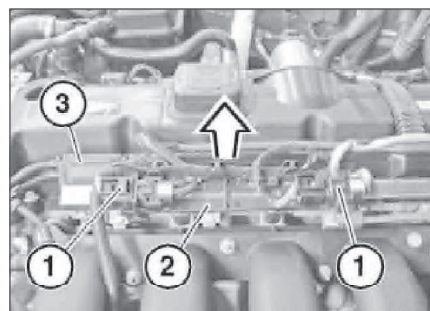

Рис. 6.222. Держатель.
- Расфиксировать держатель (2, рис. 6.222) и освободить из него ШС(1) и отстыковать ШС. Освободить из держателей (2) кабельный жгут и монтажную планку (3). Снять держатель с распределительной магистралью. Монтажную планку (3) снимать в направлении, указанном стрелкой.